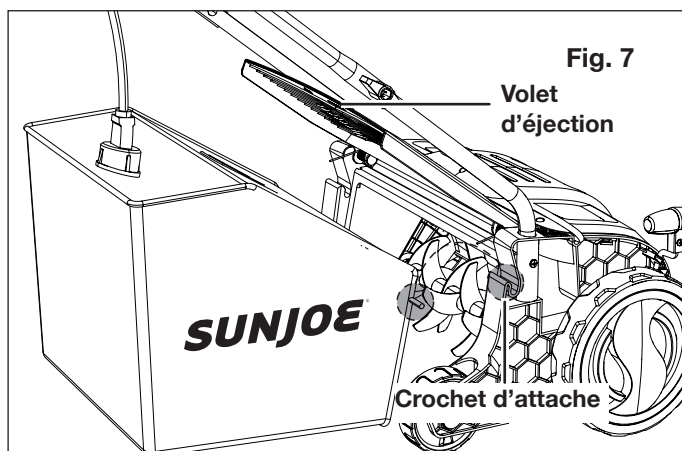

Fig. 7
1. Levez le volet d'éjection et suspendez le sac à chaume par les crochets d'attache (Fig. 7).